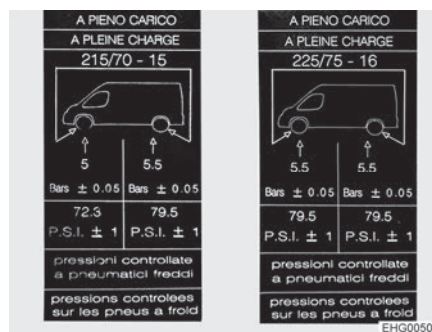

Bild 145 Hinweisaufkleber zum Reifendruck an B-Säule (Beispiel)
- ▷ Hinweisaufkleber mit dem benötigten Reifendruck sind auf der Innenseite der B-Säule angebracht (siehe Bild 145).